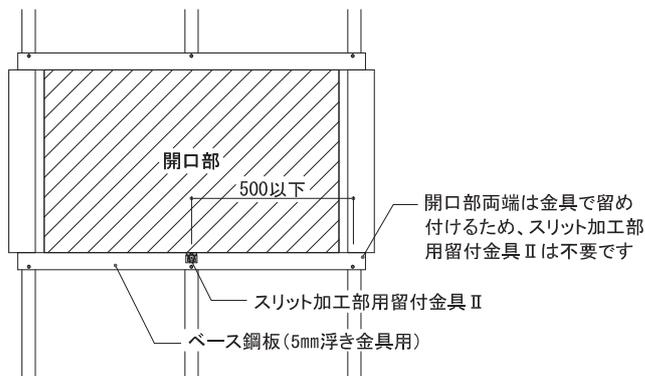

図4 スリット加工部用留付金具Ⅱの施工位置
- スリット加工部用留付金具Ⅱをツメが上がった状態で、開口部下のベース鋼板に500mm以下の間隔で専用ビス(φ4.5mm×10mm)で留め付けてください。(図4、5、6参照)